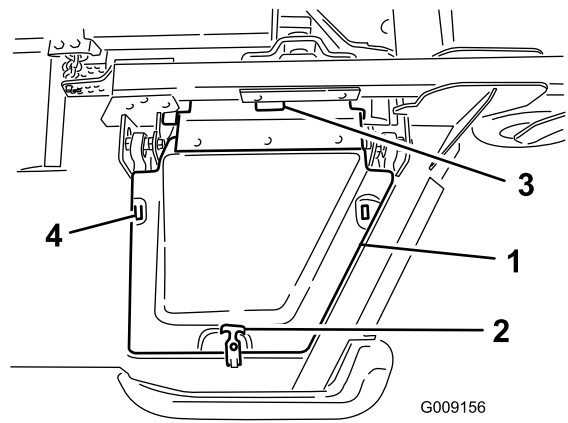

Bild 6
8. Montieren Sie die Flügelmäherabdeckung und befestigen sie mit dem abgenommenen Gummiverschluss (Bild 6).